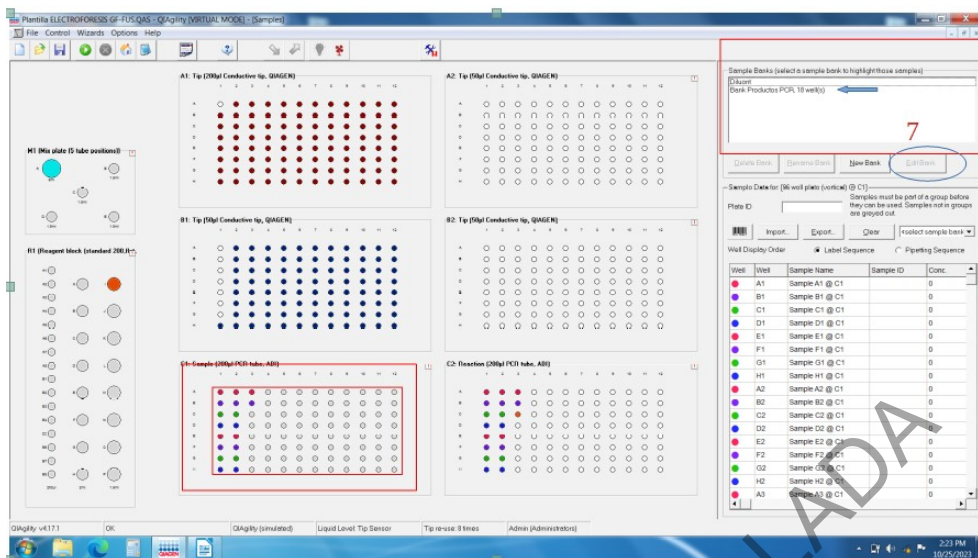

Figura 6: Selección de muestras productos amplificados
- 2.7) En la posición 7-Plantilla de edición de datos, haga click en "**Bank Products**" y posterior de click en el cuadro "**Edit Bank**" (ver figura 6)